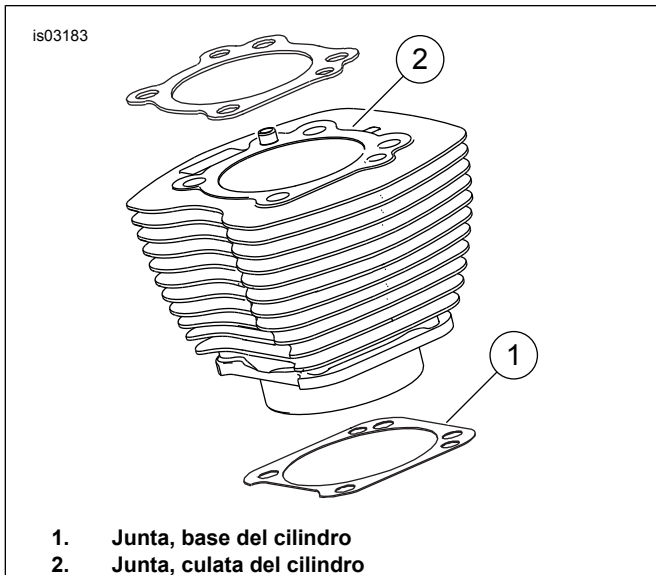

Figura 1. Juntas de los cilindros
Figura 1. El motor de 4,060 pulgadas La junta de la base del cilindro (1) y la junta de la culata (2) eliminan la necesidad de juntas tóricas. No utilice o-rings en los pasadores de localización del cilindro ni en las lumbreras del cilindro.